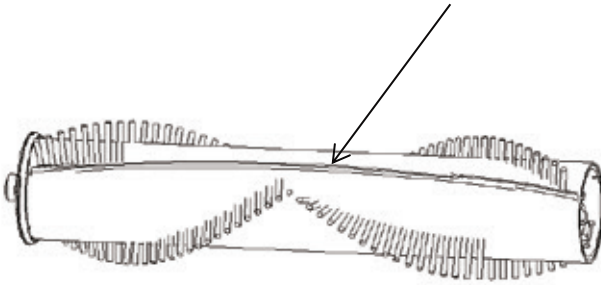

Fig. 6-6c
7) Skrapa längs rullborstens spår med blad för att klippa och ta bort hår. Montera därefter tillbaka golvborsten och stäng locket till rullborsten. (Anmärkningar: Använd inte bladet på själva golvrullborsten för att skära i material) (Fig. 6-6c)